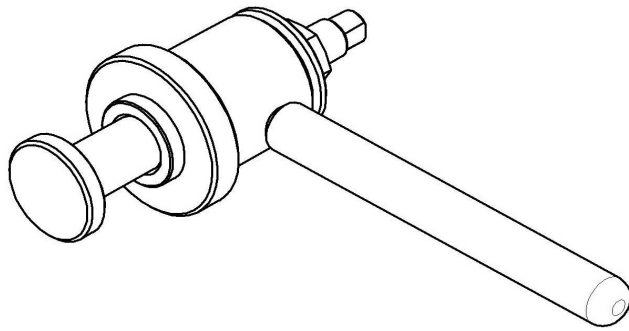

Рис. 30. Приспособление для запрессовки манжет(11000001333).
- Используя приспособление манжет (см. рис. 30) установить манжету 1;